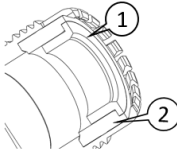

Fig. 9: Seleccionar la junta correcta
- 1 Seleccione los accesorios de sellado correctos. El diámetro exterior recomendado del cable para la junta (fig. 9/n.º 1) es de 20–24 mm.
El diámetro exterior recomendado del cable para la junta (fig. 9/n.º 2) es de 24,5–30 mm.